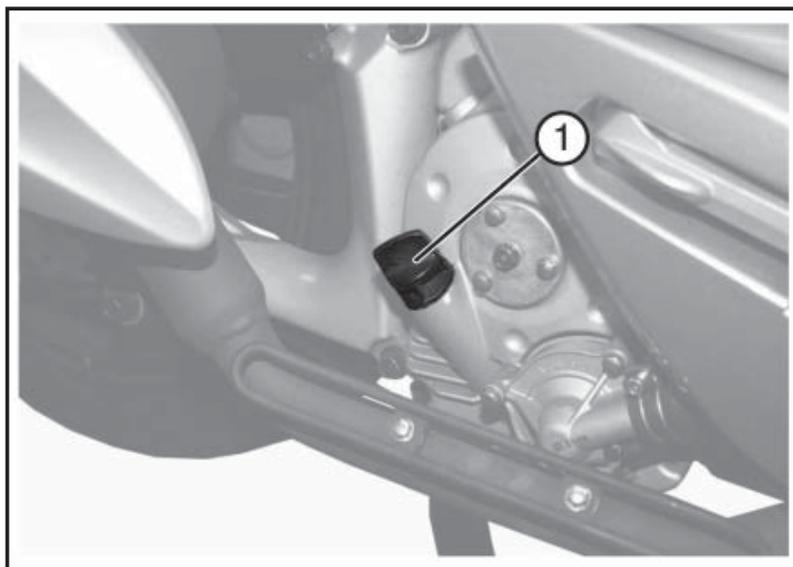

Fig. 02
- Contrôler qu'après avoir ajouté de l'huile, le niveau sur la jauge est situé entre le *MIN* et le *MAX* (Fig. 02).